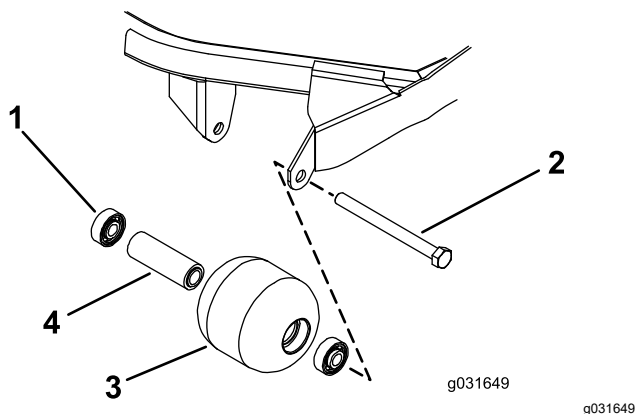

Figure 73
1. Retirez le boulon de fixation du galet (Figure 73).
4. Vérifiez l'état du logement de roulements, des roulements et de la douille d'écartement (Figure 73).
1. En exerçant une pression uniquement sur la bague extérieure ou uniformément sur les bagues intérieure et extérieure, poussez le premier roulement dans le logement du galet (Figure 73).
2. Insérez l'entretoise (Figure 73).
3. En exerçant une pression uniquement sur la bague extérieure ou uniformément sur les bagues intérieure et extérieure, poussez le second roulement dans le logement du galet jusqu'à ce qu'il rencontre l'entretoise (Figure 73).